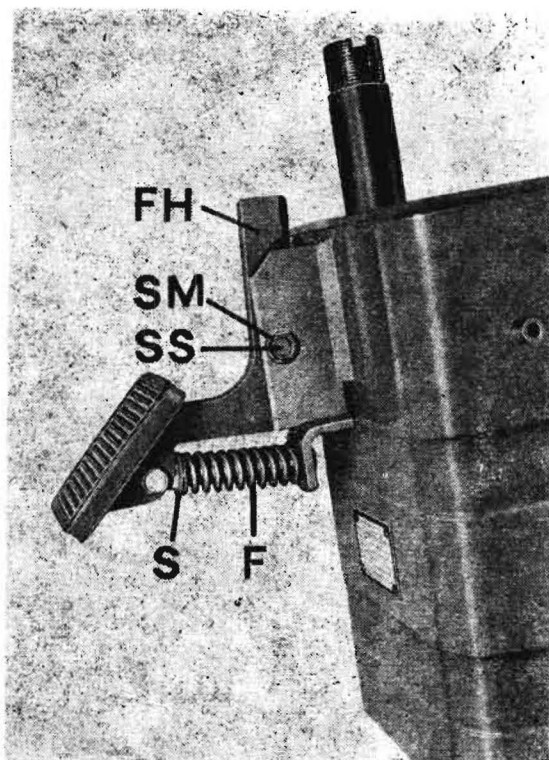

Bild 12/1
1. Sechskantmutter (SM) lösen
2. Sechskantschraube (SS) entfernen
3. Fußhebel (FM) abnehmen (Bild 12/1)